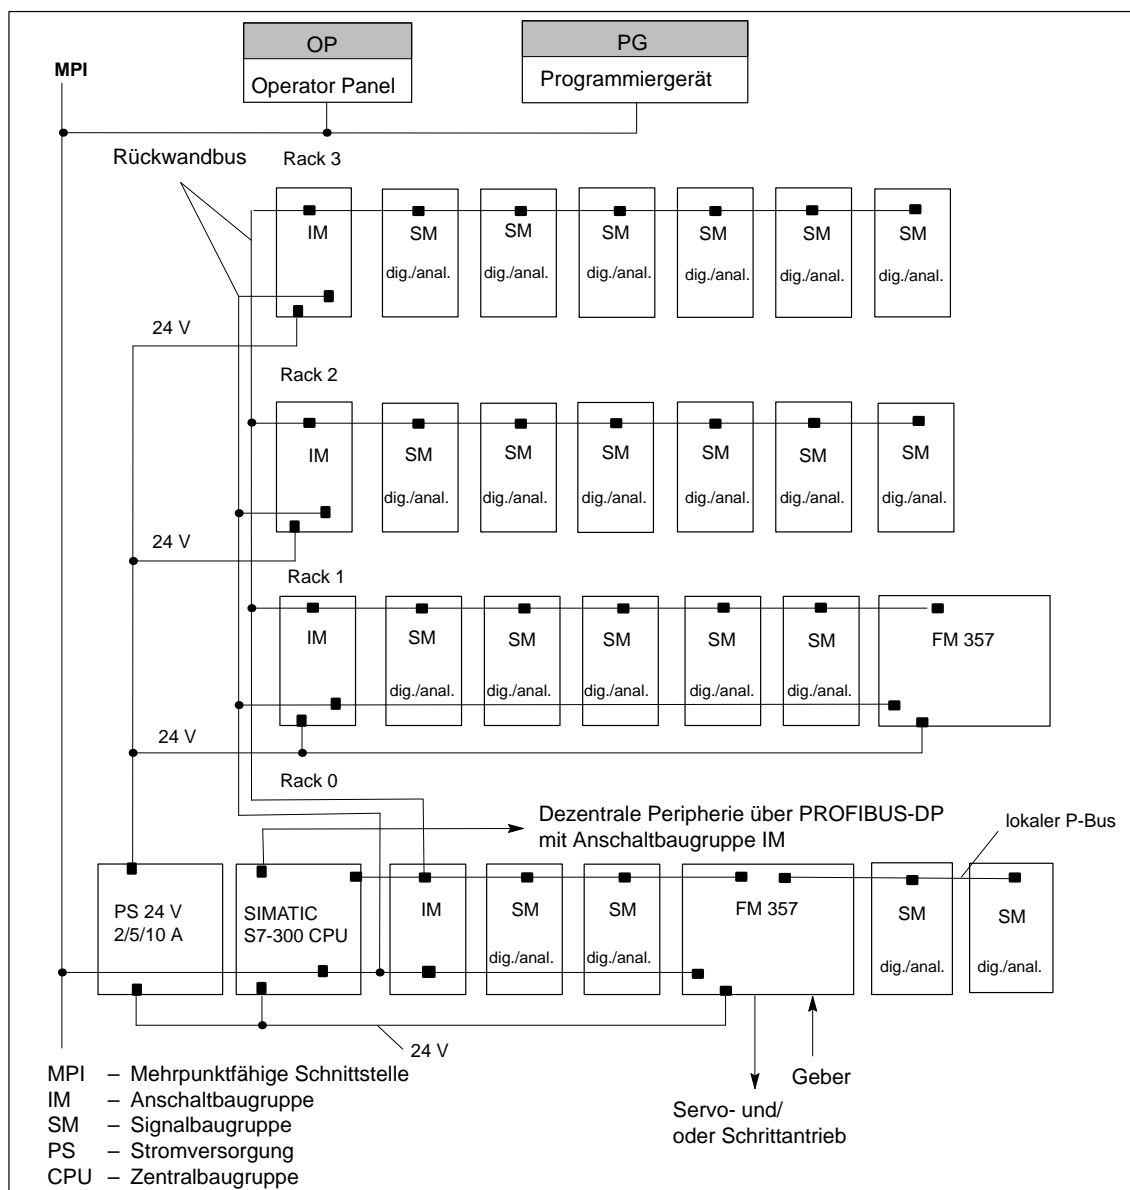

Bild 1-1 Mehrzeiliger Aufbau einer SIMATIC S7-300 mit FM 357 (Beispiel)
Eine SIMATIC S7-300 CPU kann bis zu vier Zeilen (Racks) mit maximal je acht Bus-Teilnehmern steuern (siehe Bild 1-1).
Anschaltbaugruppe (IM)	... verbindet die einzelnen Zeilen einer S7-300 miteinander (gilt für mehrzeiligen Aufbau siehe Bild 1-1).